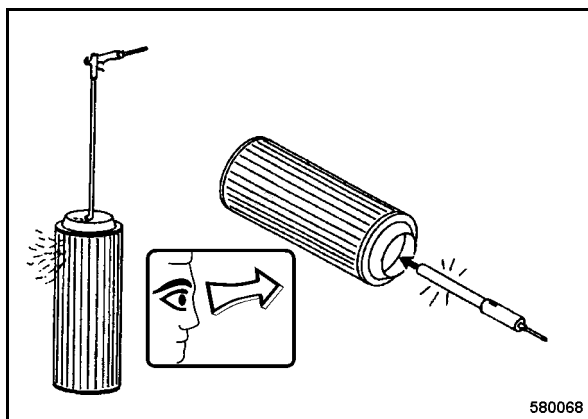

Fig. 53
*Para la limpieza del filtro de aire, se debería colocar un tubo sobre la pistola de aire comprimido (Fig. 53) cuyo extremo tiene un codo de 90 grados.*